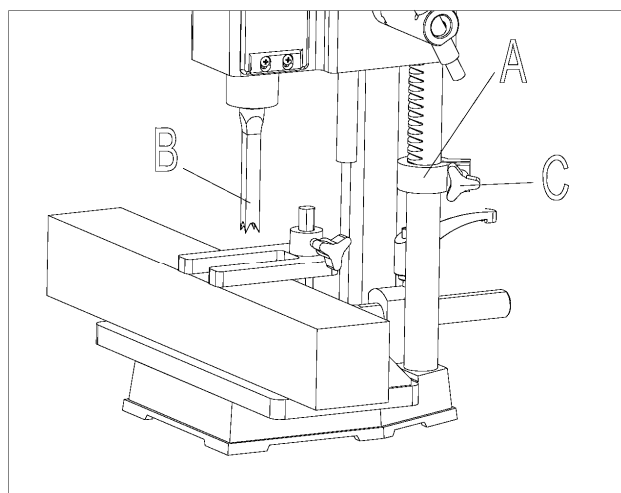

Fig. 9
La testa (A) della mortasatrice **Fig. 9** sale e scende grazie alla leva di comando (B). Per ottenere il braccio di leva massimo durante l'operazione di mortasatura, la leva (B) può essere riposizionata tirando il mezzo (C) dell'insieme della leva verso l'esterno e riposizionando il mezzo sulle tacche dell'albero a contatto con la cremagliera.